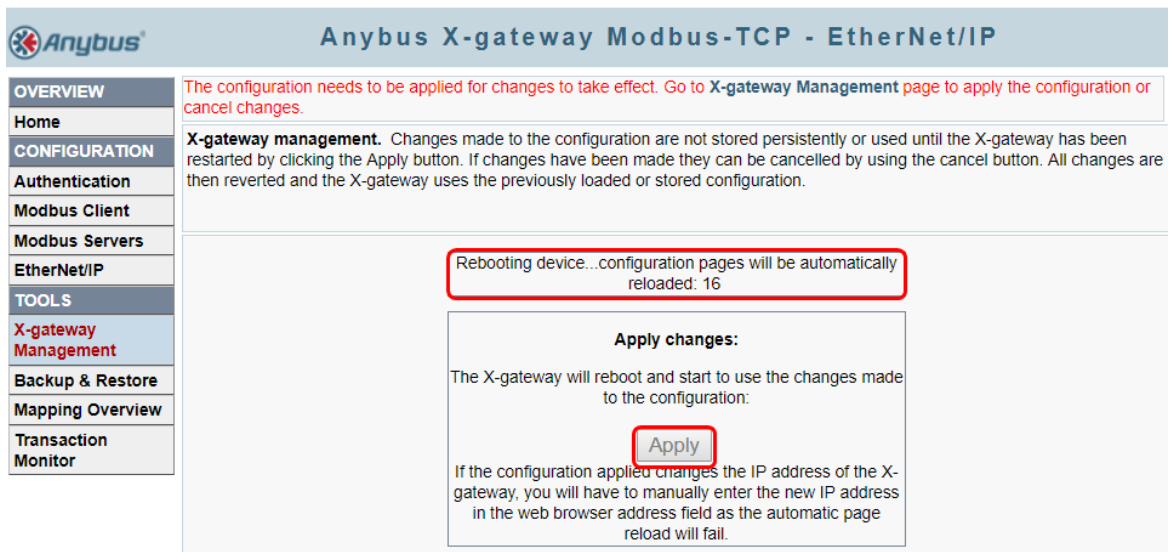

图 2-13 下载配置信息
10. 下载配置信息。配置完成后，点击左侧列表中“X-gateway Management”按钮，在界面中的“Apply changes”框体点击“Apply”按钮，如图 2-13 所示。